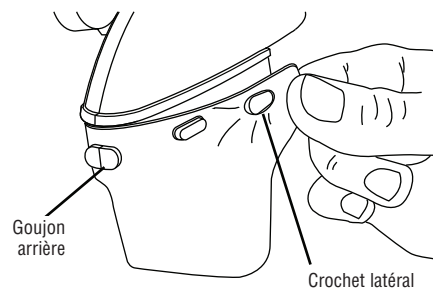

Figure 10.
**Attachement du déflecteur** – Commencez par étirer le déflecteur et l'accrocher sur le goujon arrière, puis accrochez-le sur chaque crochet latéral (voir Figure 10).